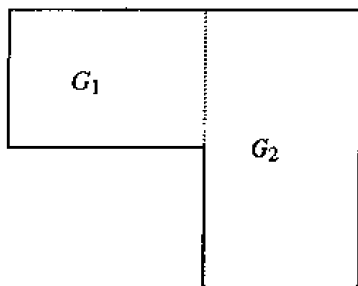

图 5-3
- 为了便于形成刚度矩阵和求解线性方程组, 本例将求解区域分为两个子区域  $G_1, G_2$ , 如图 5-3。